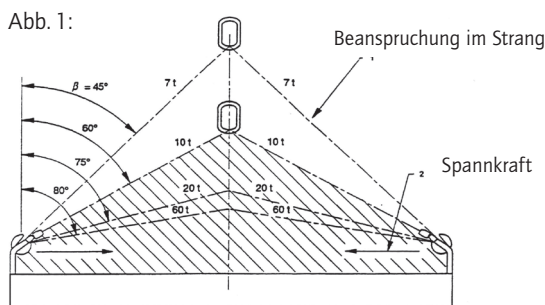

Abb. 1:
- Bei mehrsträngigen Anschlagketten sollte der Anschlagwinkel β wegen der Stabilität der Last $> 15^\circ$ sein, im Bereich der angegebenen Kennzeichnung liegen und er darf 60° nicht überschreiten (Abb. 1).
(Abb. 1)